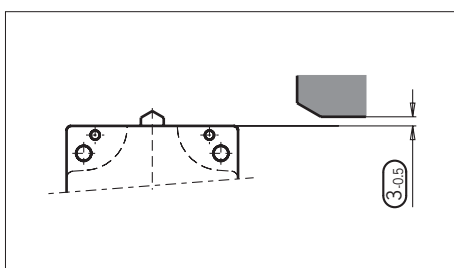

Figure 3 : Montage SN...-508 et SN...-514 pour circuits de sécurité
- ⚠ Dans des circuits de sécurité, la mesure (3-05) (distance entre le plan de référence de l'interrupteur et les cames de commande, voir figure 3) pour une ouverture des contacts sûre doit être respectée.